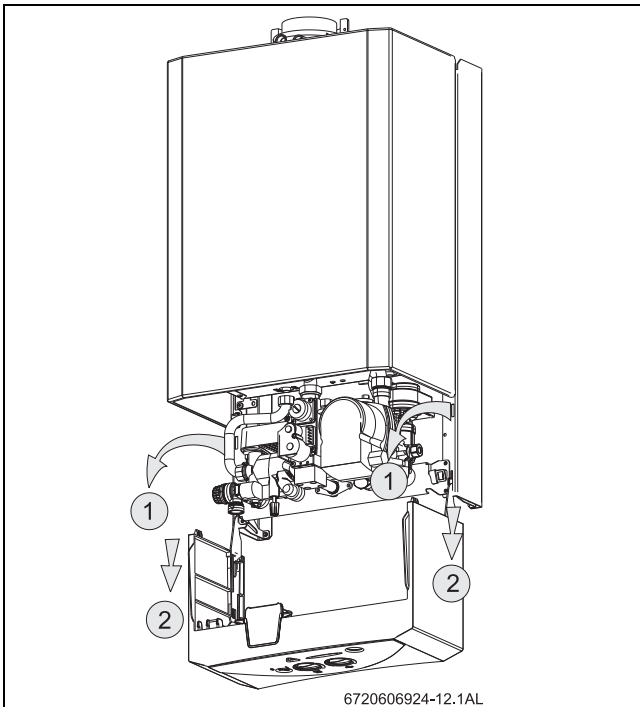

Fig. 9 Posición de servicio para tener acceso al sistema hidráulico y electrónico
- ▶ Para retirar completamente el panel de mandos estando posicionado según Fig. 9, levántelo y tire de él hacia adelante.